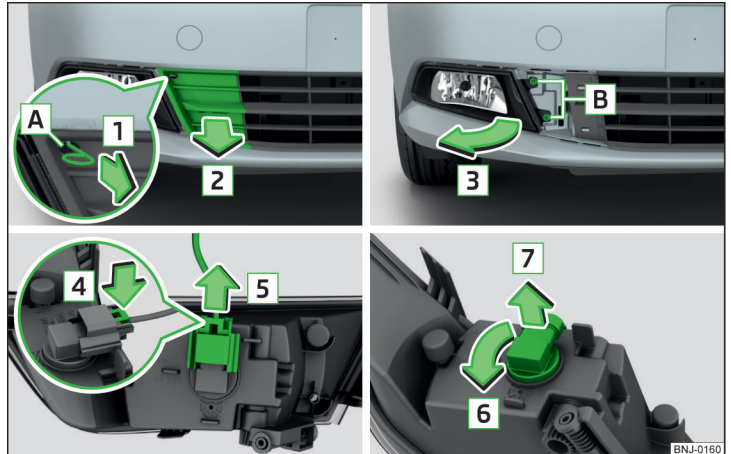

Abb. 310 Nebelscheinwerfer herausnehmen / Glühlampe wechseln
- › In die Öffnung **A** » Abb. 310 den Bügel zum Abziehen der Radvollblenden einführen.
- › Den Nebelscheinwerfer entgegen der Pfeilrichtung **3** » Abb. 310 einsetzen und festschrauben.